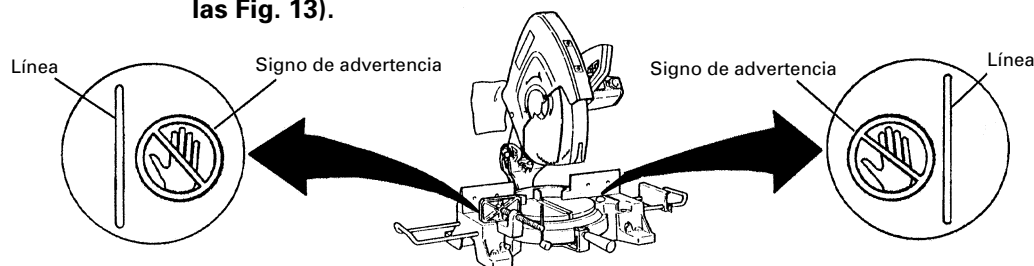

Fig. 13
- * No coloque nunca sus miembros dentro de la línea cerca del signo de advertencia mientras esté utilizando la herramienta. Esto podría resultar peligroso (consulte las Fig. 13).